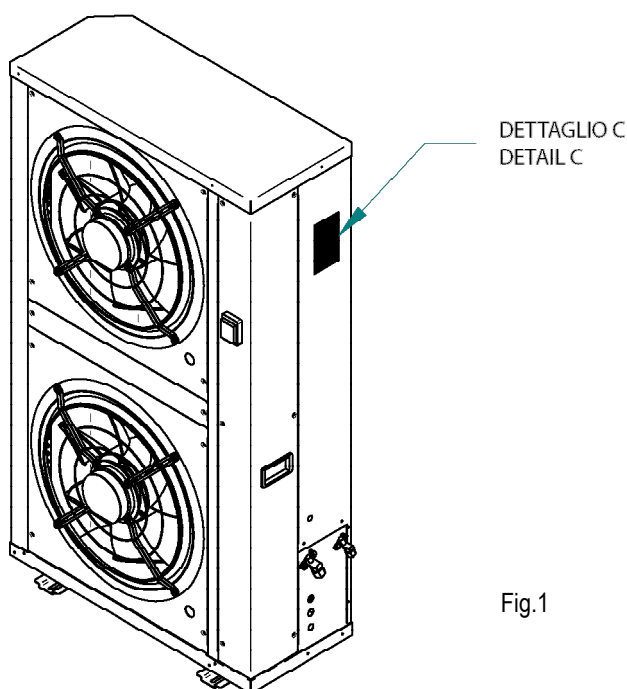

Fig.1
1. Targhetta Esterna (Dettaglio A Fig1) unità.
2. Targhetta Interna (Dettaglio B Fig1) bollitore.
3. Targhetta Unità Esterna (Dettaglio C Fig1).
4. Targhetta QE (dettaglio D Fig1) unità.
1. External plate (Detail A Fig1) unit.
2. Inner plate (Detail B Fig1) boiler.
3. Unit External plate (Detail C Fig1).
4. Nameplate QE (detail D Fig1) units.